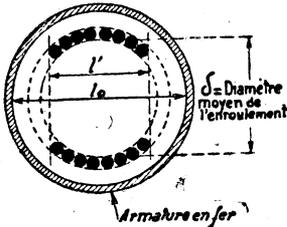
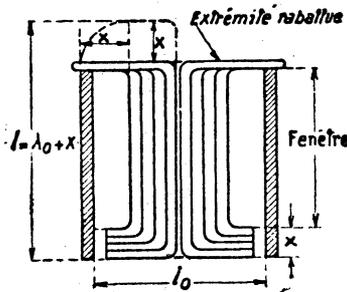

Figure XXVI-8
Figure XXVI-10
S'il s'agit d'une bobine à air, mais blindée, comme celle représentée par la figure XXVI-8, on applique la for-
lorsque H correspond à ΔH , c'est-à-dire à une déviation de deux fois le demi-angle α , on obtient la formule (12), qui donne le nombre des ampères-tours pour la bobine en question, α étant toujours le demi-angle de déviation. Pour la même bobine blindée des figures XXIV-8 et les deux suivantes, la self est donnée par la formule (13) dans laquelle $A = 18$, δ étant le diamètre moyen de la bobine ainsi qu'il est montré sur la figure XXVI-8. Les deux figures suivantes représentent des bobines légèrement différentes par la façon dont est effectué le pli à l'extrémité à placer du côté de l'écran du tube.
Dans le cas de la variante de la figure XXVI-10, on prendra $l = \lambda_0 + x$, λ_0 étant la longueur réelle de la bobine. Dans le cas de la figure précédente, $l = \lambda_0$. Les deux formules (14 et (15), qui sont deux formes différentes d'une même relation entre $\Delta \phi$, ΔI , L et N, sont très approximatives dans le cas d'une bobine de déviation à air non blindée.
Comme second exemple d'application numérique, nous considérerons les bobines de lignes des figures XXVI-8 à XXVI-10. On remarquera que les deux dernières figures représentent chacune une bobine différente, la partie rabattue étant plus importante dans la bobine de la figure XXVI-10.
Considérons la bobine de la figure XXVI-10 et utilisons-la avec un tube dont le demi-angle d'ouverture soit $\alpha = 26^\circ$. Si la tension de l'anode finale est de 6.400 V par exemple, nous